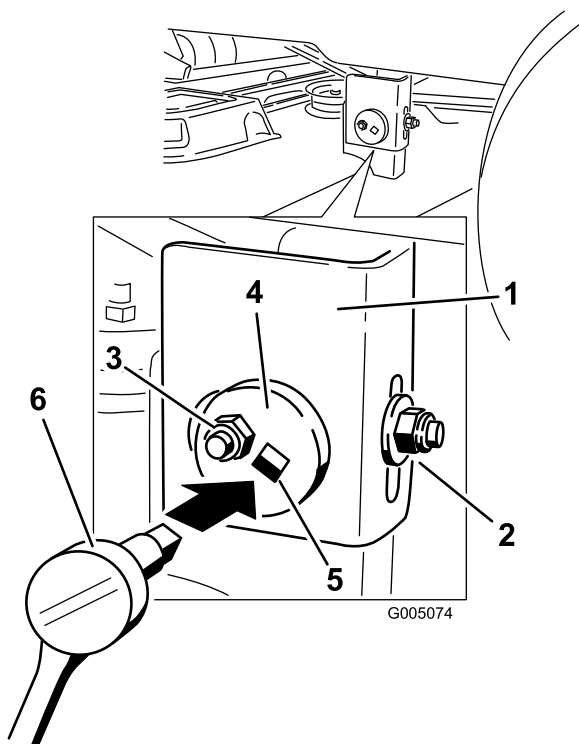

Figura 52
6. Mueva al lado izquierdo de la máquina. Afloje, pero no retire, la tuerca de bloqueo trasera de la barra de soporte (Figura 52).
7. Afloje la tuerca de bloqueo lateral de la barra de soporte lo suficiente para permitir ajustar la placa excéntrica (Figura 52). Utilice una llave de extensión de 3/8 pulgada de una llave de tubo para manipular la placa excéntrica. Utilice la llave para ajustar la altura de la plataforma del cortacésped a la altura deseada.
8. Cuando la plataforma esté en la posición deseada, apriete la tuerca de bloqueo lateral de la barra de soporte para fijar la posición nueva (Figura 52). Apriete la tuerca de bloqueo trasera de la barra de soporte.